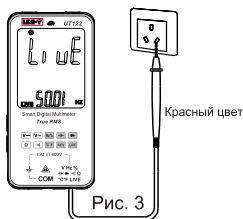

Рис. 3
9. Распознавание и измерение фазного провода (см. рисунок 3)